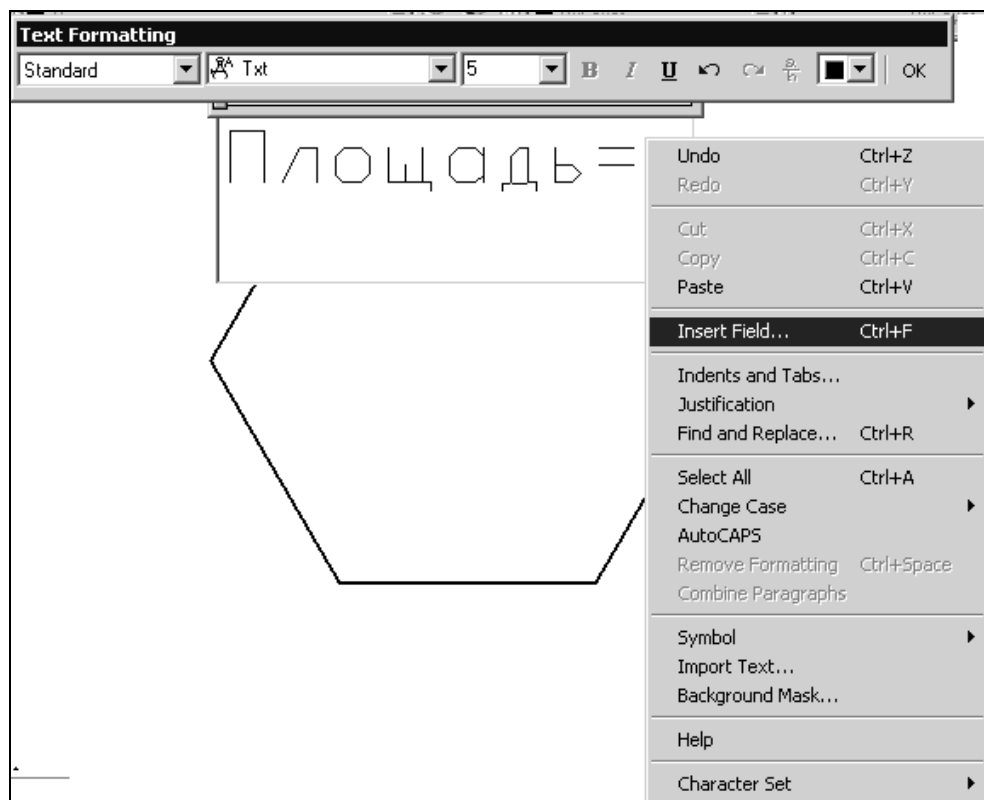

Рис. 9.23. Контекстное меню в окне редактора многострочного текста
3. В окне редактора многострочного текста введите текст ПЛОЩАДЬ=, а затем вызовите контекстное меню правой кнопкой мыши и выберите из него **Insert Field** (Вставить поле) (рис. 9.23). Появится диалоговое окно **Field** (Поле).